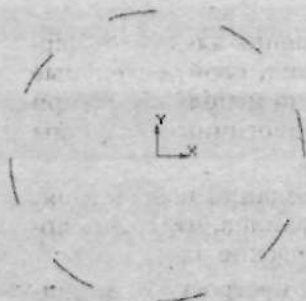

Рис. 2.26. Так выглядит окружность, построенная при помощи линий стиля Новая линия
8. Результат применения стиля *Новая линия* показан на рис. 2.26.